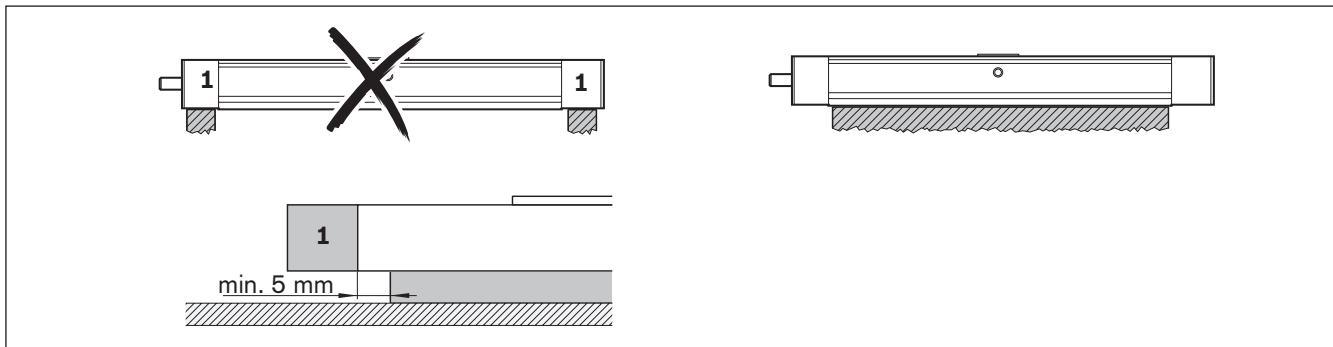

Fig. 4: Befestigung am Unterbau
- ▶ Produkt nie an den Endplatten/Traversen (1) befestigen oder unterstützen. Tragendes Teil ist der Hauptkörper. Diesen möglichst auf der ganzen Länge unterstützen \Rightarrow Fig.4.
- ▶ Beim Befestigen am Hauptkörper Mindestabstand zu den Endplatten (1) von 5 mm einhalten \Rightarrow Fig.4.